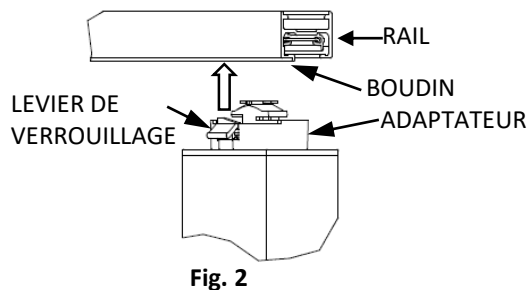

Fig. 2
1. Insérez dans le RAIL LYTESPAN (Fig. 2). LE LEVIER DE VERROUILLAGE doit être du même côté que le BOURRELET.